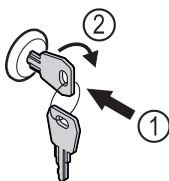

Fig. 180 Ilustrační zobrazení
- Klíč zasuněte dovnitř Fig. 180 (1).
- Otáčejte klíčem o 90° ve směru hodinových ručiček Fig. 180 (2).